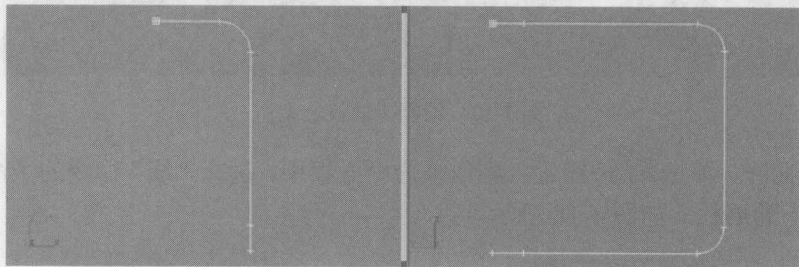

图 1-21 圆角后的曲线造型
(6) 选择曲线，单击  按钮进入到修改面板中。选择“线”命令的子命令“顶点”。打开“几何体”卷展栏，单击“圆角”按钮，分别在左视图和顶视图中选择适当的点并对其执行圆角操作，如图 1-21 所示为圆角后的曲线造型。